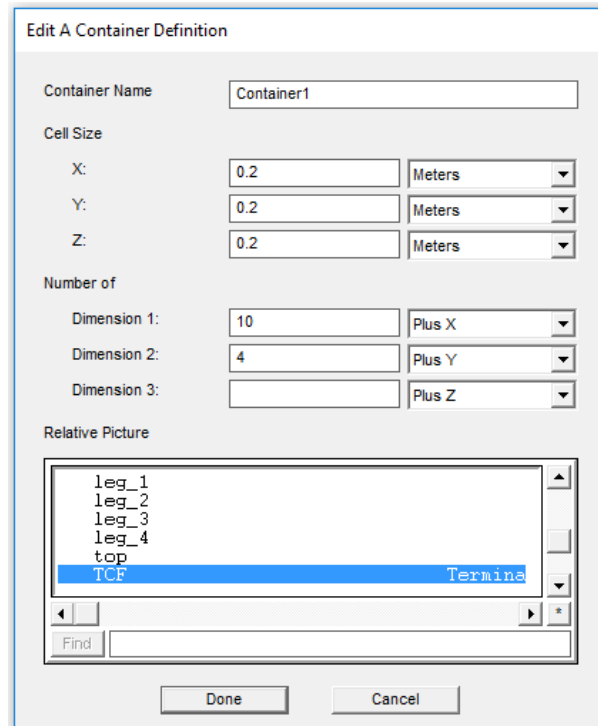

Abbildung 5.5: Das „Edit A Container Definition“ Fenster
Schritt 6: Um die Getränke grafisch neben bzw. voreinander auf dem Tisch darzustellen, die in Abbildung 5.5 zu sehenden Einstellungen vornehmen.